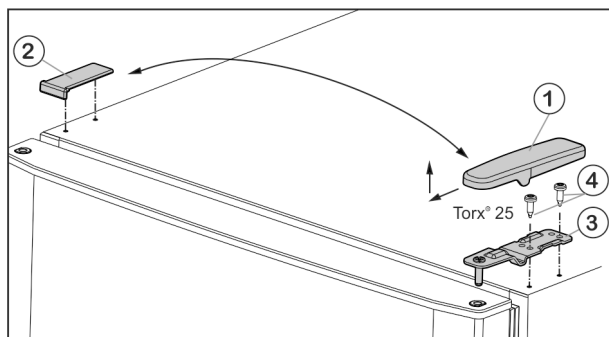

Fig. 6
- ▶ Kryt Fig. 6 (1) stáhněte dopředu a nahoru.
- ▶ Kryt Fig. 6 (2) zvedněte.
- ▶ Horní stojan ložiska Fig. 6 (3) odšroubujte (2 krát Torx® 25) Fig. 6 (4) a stáhněte nahoru.
- ▶ Horní stojan ložiska Fig. 6 (3) vložte na nové straně závěsu do dvířek.
- ▶ Horní stojan ložiska **pevně přišroubujte (4 Nm)** (2krát Torx® 25) Fig. 6 (4). Popřípadě použijte akumulátorový šroubovák.
- ▶ Kryt Fig. 6 (1) na opačné straně zvenčí nasadíte a nechte zaklapnout.
- ▶ Kryt Fig. 6 (2) vždy na opačné straně shora nasadíte a nechte zaklapnout.